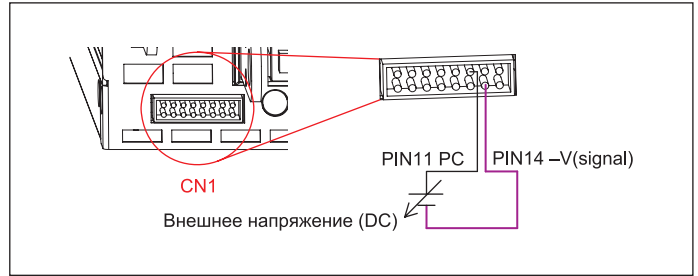

Рис. 4. Подключение внешнего сигнала для регулировки выходного тока
Для управления уровнем ограничения выходного тока в диапазоне 20–100% используется тот же разъем CN1 и внешний сигнал 1–4,7 В DC, подключаемый к выводам 11 (PC) и 14 (–V signal), как показано на рис. 4, 5.